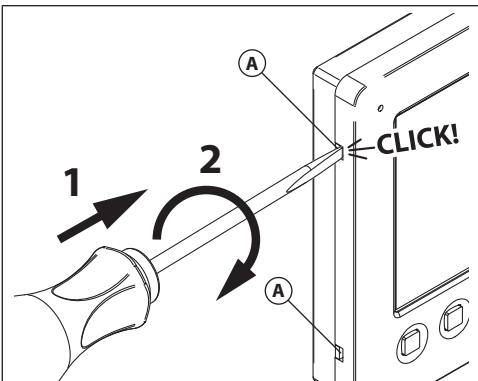

Fig. 1
1. Pour installer l'interphone vidéo il faut l'ouvrir en séparant la base du couvercle qui contient toute son électronique : introduisez la pointe d'un tournevis plat de 5,5 mm dans la clip **(A)**, après tournez-le dans le sens inverse des aiguilles d'une montre jusqu'à que vous écoutez un « **CLIC!** ». Répétez la même opération avec l'autre clip comme indiqué sur la **Fig. 1**.